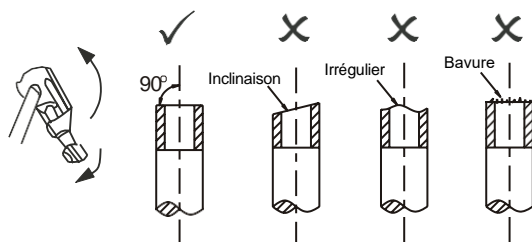

Figure 5.4
- 1) Couper le tuyau à l'aide d'un outil approprié (voir figure 5.4).